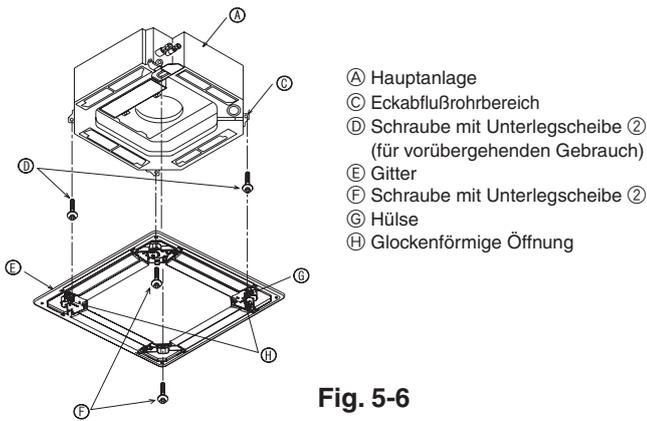
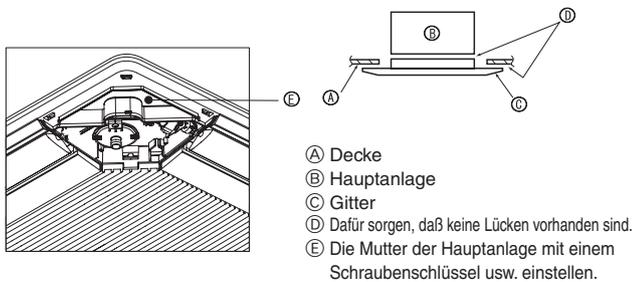

Fig. 5-6
Fig. 5-7
5.4.2. Vorläufige Installation des Gitters (Fig. 5-6)
- Das Gitter provisorisch mit den glockenförmigen Öffnungen sichern, indem die Hülse des Gitters mit der Kennzeichnung ③ auf den Ablaufrohrbereich in der Ecke der Hauptanlage gesteckt wird.
5.4.3. Das Gitter sichern (Fig. 5-7)